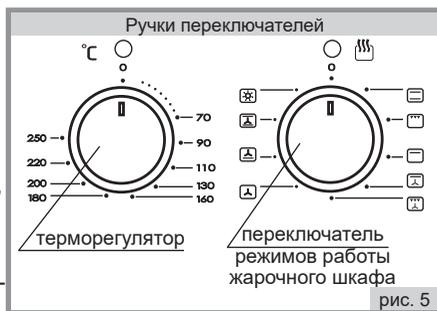

рис. 5
■ Для включения нагревательных элементов необходимо повернуть по часовой стрелке ручку терморегулятора (рис.5) и установить выбранный температурный интервал. При этом над ручкой загорается желтая сигнальная лампочка.